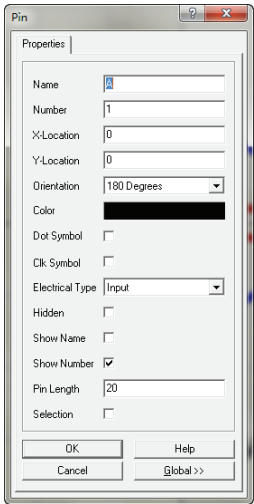

图 3-76 “Pin” 对话框
5) 接下来绘制元器件的引脚。选择“Place”→“Pins”命令或单击一般绘图工具栏上的按钮，可将编辑模式切换到放置引脚模式，此时鼠标指针旁边会多出一个大十字符号及一条短线，此时按〈Tab〉键进入“Pin”对话框，如图 3-76 所示。将“Pin Length（引脚长度）”修改为 20。接着分别绘制 2 个引脚。放置引脚时按〈Space〉键可使引脚旋转 90°。
6) 接着编辑各引脚。双击需要编辑的引脚，或者先选中引脚，然后右击，从弹出的快捷菜单中选择“Properties”命令，打开“Pin（引脚属性）”对话框，如图 3-76 所示。在对话框中对引脚进行属性修改，具体修改方式如下。
6) 接着编辑各引脚，双击需要编辑的引脚，或者先选中引脚，然后右击，从弹出的快捷菜单中选择“Properties”命令，进入“Pin”对话框，如图3-76所示。在对话框中对引脚进行属性修改，具体修改方式如下。